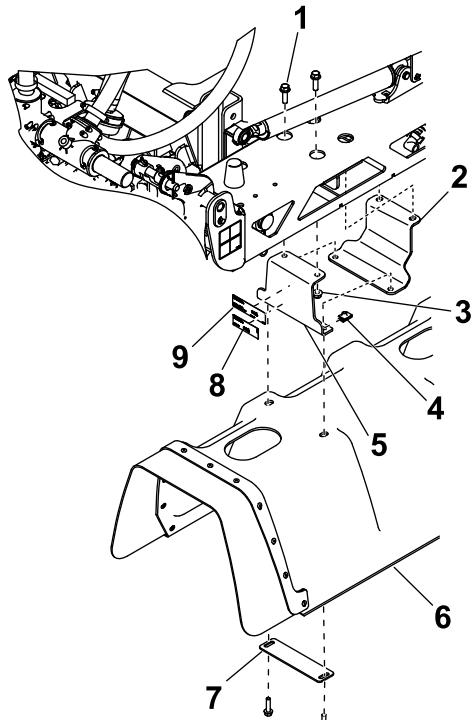

Figura 8
Coloque o autocolante do número de modelo/série e o autocolante de regulamentação num dos suportes da rampa central como se mostra na Figura 8.
- Instale cada um dos dois suportes centrais e placas de montagem da rampa na rampa central utilizando dois parafusos de cabeça sextavada (5/8 pol. x 1 1/4 pol.) e duas porcas flangeadas (5/8 pol.) como se mostra na Figura 8.
2. Instale a cobertura central nos suportes da rampa central utilizando quatro porcas em U, duas placas de anilha e quatro parafusos de cabeça sextavada (5/16 pol. x 1 $\frac{1}{4}$ pol.) como se mostra na Figura 8.